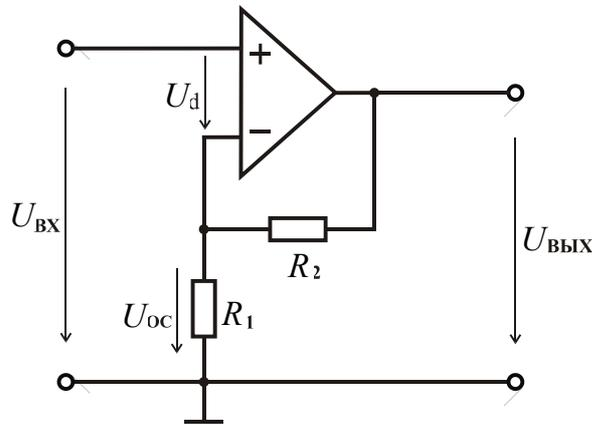

Рис. 17.4
Рассмотрим активную цепь, показанную на рис. 17.4. Треугольником обозначен дифференциальный усилитель с коэффициентом усиления  $K$ . Цепью обратной связи является делитель напряжения, образованный резисторами  $R_1$ ,  $R_2$ .
*Пример 17.1.* Коэффициент передачи усилителя в схеме на рис. 17.4  $K = 1000$ , входное сопротивление бесконечно велико, а выходное – равно нулю. Сопротивление резистора  $R_1$  в цепи обратной связи равно 1 кОм.
Таким образом, коэффициент усиления схемы на рис. 17.4 изменился менее чем на 0.2 % при изменении коэффициента передачи усилителя на 20 %.
Из (17.5) следует, что чувствительность схемы на рис. 17.4 к изменениям коэффициента усиления
Примером последовательной обратной связи по току является схема с общим эмиттером, рассмотренная в параграфе 10.9. В схеме на рис. 17.4 используется последовательная обратная связь по напряжению.